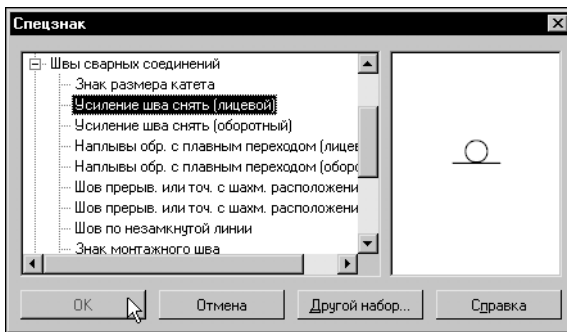

Рис. 22.24. Выбор значка сварного соединения
- 8.4. Укажите строку **Усиление шва снять (лицевой)** (рис. 22.24).